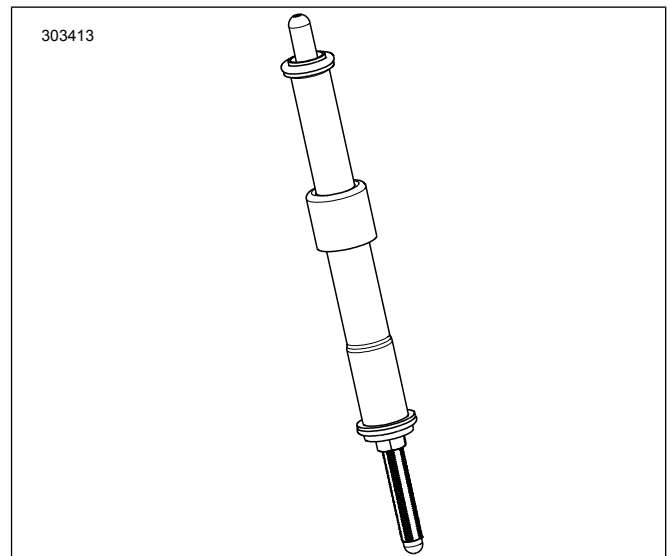

Figura 4. Vareta de compressão instalada na tampa da vareta de compressão
7. Veja a figura 4. Instale as varetas de compressão da admissão nas tampas de vareta de compressão.